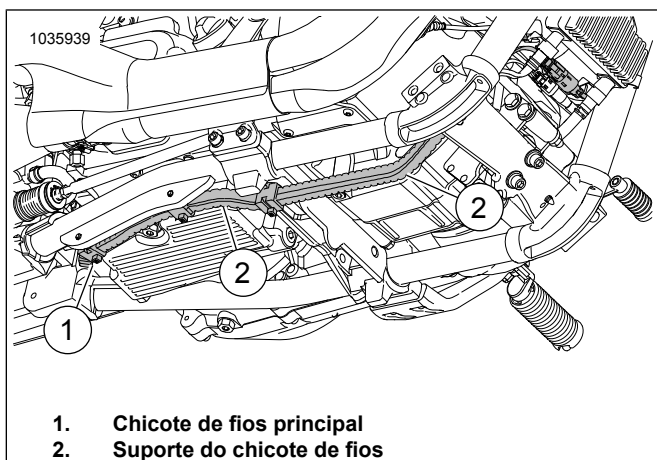

Figura 44. Suporte do chicote de fios
14. Veja Figura 44. **Sensor de oxigênio dianteiro (chicote de fios longo):**
- Localize o chicote de fios principal (1) levando até o suporte do chicote de fios (2).
- Orienta o chicote de fios pela caixa de distribuição do chicote de fios principal (2) em direção ao conector do sensor de oxigênio dianteiro.
- e. Fixe o chicote de fios no lado interno do suporte do chicote de fios (2) com as abraçadeiras conforme necessário.